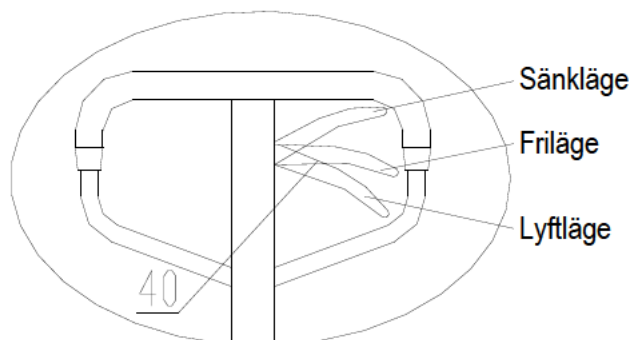

Bild 5
- Sedan lyftvagnen monterats, pumpa handtaget och manövrera handvredet 40 i olika lägen för att undersöka lyftfunktionen, stillastående och sänkning, och kontrollera att de olika funktionerna arbetar normalt. (Bild 5)
- Med handvredet 40 placerat i lyftläge är gaffeln ställd i lyftläge. Pumpa då handtaget uppåt och nedåt varvid gaffeln lyfts. (Bild 5)
- Med handvredet 40 placerat i friläge kan gaffellyftvagnen köras. Om handtaget pumpas i detta läge varken lyfts eller sänks gaffeln. Du kan då använda vagnen för att transportera godset. (Bild 5)
- Med handvredet 40 placerat i sänkläge kommer gaffeln att sänkas automatiskt. (Bild 5)